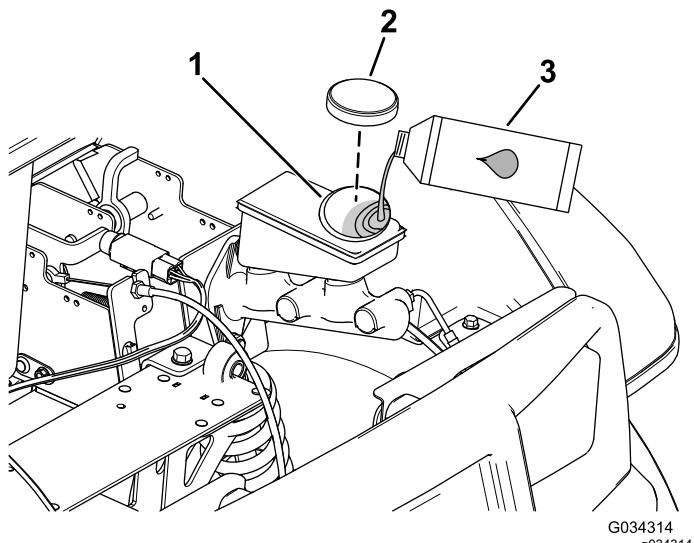

Figura 57
2. Eleve el capó para acceder al cilindro del freno principal y al depósito (Figura 57).
- Limpie la zona alrededor del tapón del depósito y retire el tapón (Figura 57).
- Coloque el tapón del depósito (Figura 57).